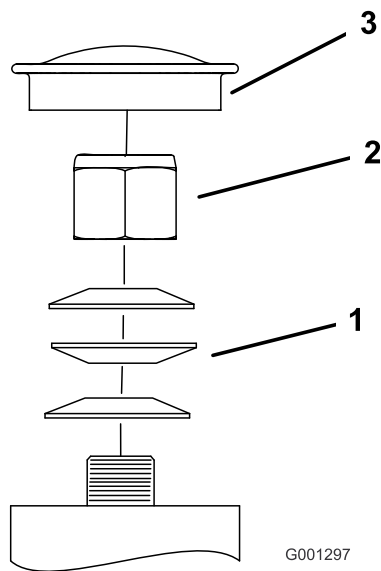

Figura 59
3. Retire el tapón anti-polvo de la rueda giratoria y apriete la contratuerca (Figura 59).
4. Apriete la contratuerca hasta que las arandelas de muelle estén planas, luego afloje la contratuerca 1/4 de vuelta para establecer la pre-carga correcta de los cojinetes (Figura 59).
Importante: Asegúrese de que las arandelas de muelle están correctamente instaladas, según muestra **Figura 59**.
5. Coloque el tapón anti-polvo (Figura 59).